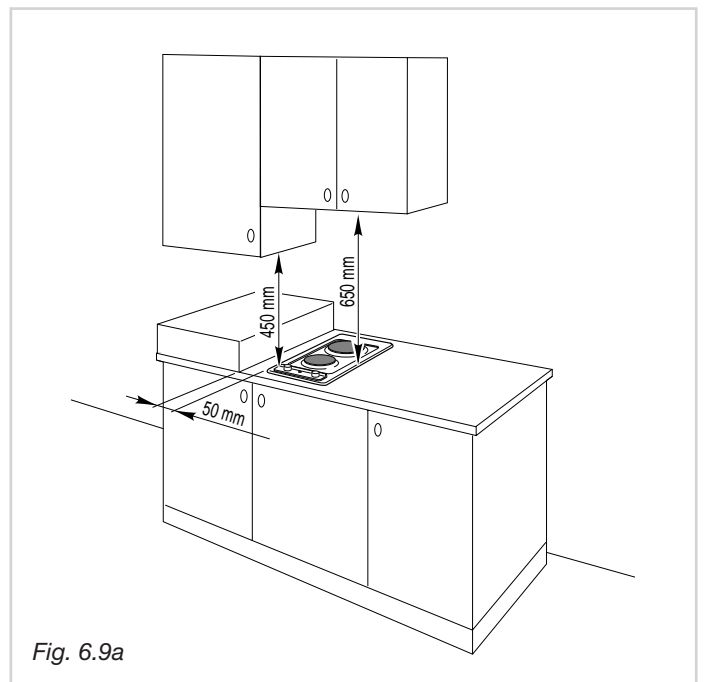

Fig. 6.9a
- S'il se trouve au dessus de la table de cuisson un meuble suspendu ou une hotte, maintenir entre la table et le meuble une distance minimale de 650 mm (figs. 6.9a et 6.9b).